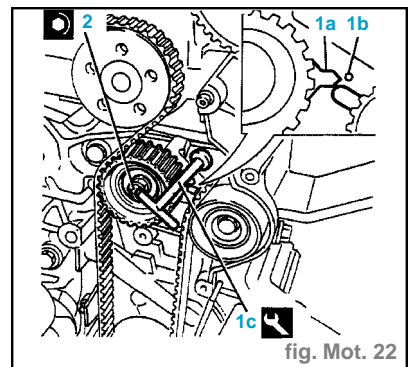

fig. Mot. 22
- Faire coïncider l'indice mobile (1a) du tendeur mobile de distribution avec le trou de référence (1b) à l'aide de l'outil (1c) (fig. Mot. 22).